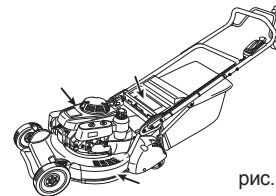

рис.1
- Наклейки по безопасности находятся на газонокосилке (см. на рис.1).